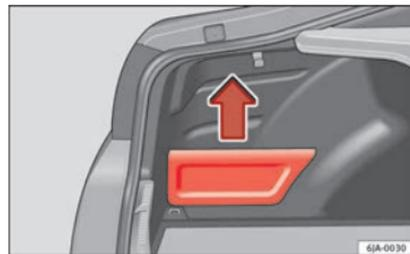

Fig. 161 Bagagliaio: portaoggetti.
- Afferrare la copertura dall'alto ed estrarla secondo il senso della freccia » fig. 161.